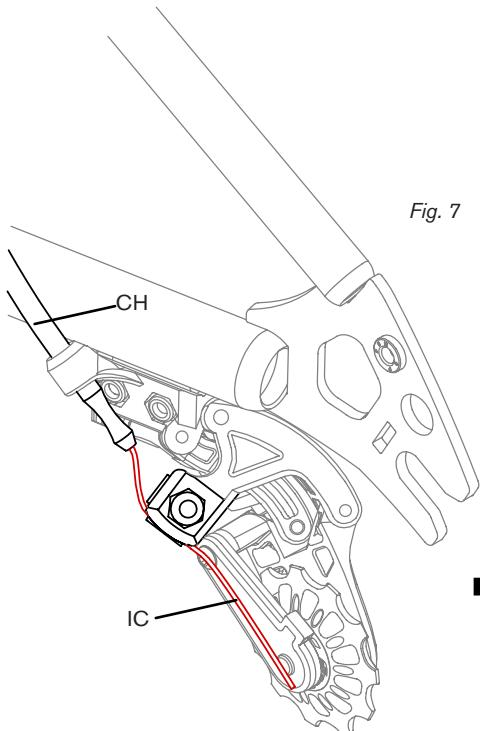
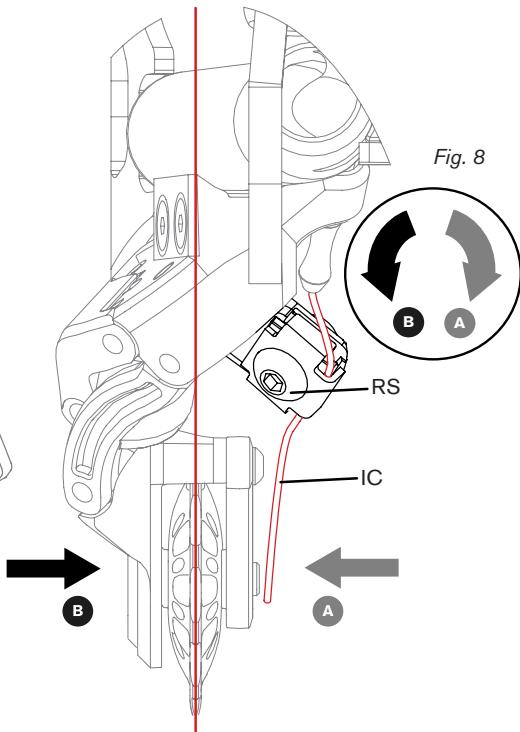
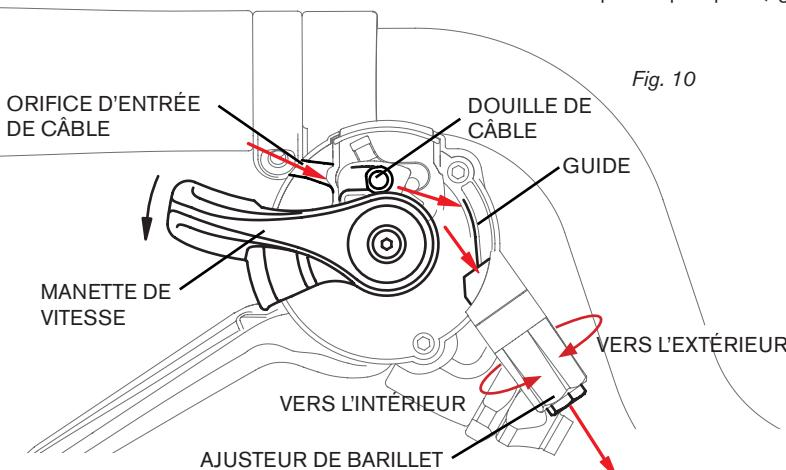

Fig. 7
Fig. 8
Fig. 10
Pour augmenter la tension perdue en raison d'un étiement du câble, placez le vélo sur un pied d'atelier. Dévissez l'ajusteur de barilet (fig. 10) vers l'extérieur d'un quart de tour à la fois, en pédalant à chaque quart tout en écoutant la réduction de bruit. Vous pouvez également effectuer une vérification visuelle pour vous assurer que le galet du dérailleur est bien aligné avec le pignon sélectionné sur la cassette. Si le vélo ne parvient pas à atteindre le plus grand pignon, cela signifie qu'une tension excessive a été ajoutée, donc vissez l'ajusteur de barilet vers l'intérieur pour y remédier (fig. 10). Si cela ne résout pas le problème d'origine, passez au plus petit pignon sur la cassette, puis desserrez le boulon maintenant le câble en place à l'intérieur du dérailleur (fig. 7, 8). Utilisez une petite pince pour tirer l'extrémité du câble interne IC afin d'augmenter la tension du câble, puis serrez le boulon RS (fig. 8).
LS-1 s'utilise pour générer l'alignement sur le plus grand pignon de la cassette. LS-2 pour le plus petit (fig. 8).
- Serrez le boulon maintenant le câble en place à l'intérieur du dérailleur (fig. 8)
- Utilisez l'ajusteur de barillet du sélecteur pour apporter les ajustements nécessaires à la tension du câble (fig. 10)
- Dévisser l'ajusteur augmente la tension du câble et facilite le passage au plus petit développement (fig. 10)
- Le galet du dérailleur doit être aligné avec le pignon sélectionné sur la cassette (fig. 10).